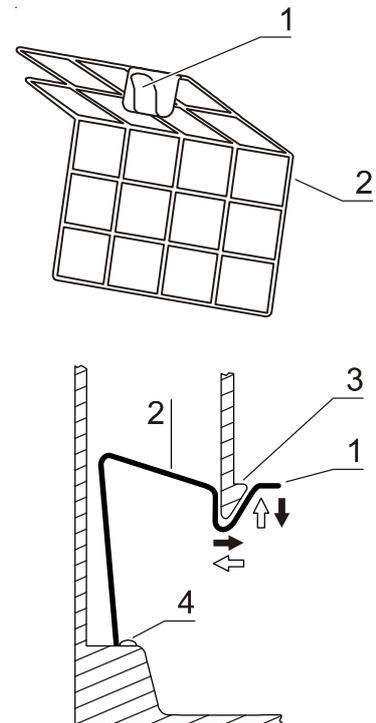

Fig. 16
**Fig. 16:** Il dispositivo di protezione di aspirazione viene sostenuto dalla tensione intrinseca nella posizione di montaggio tra superficie di appoggio e parete del canale di aerazione.